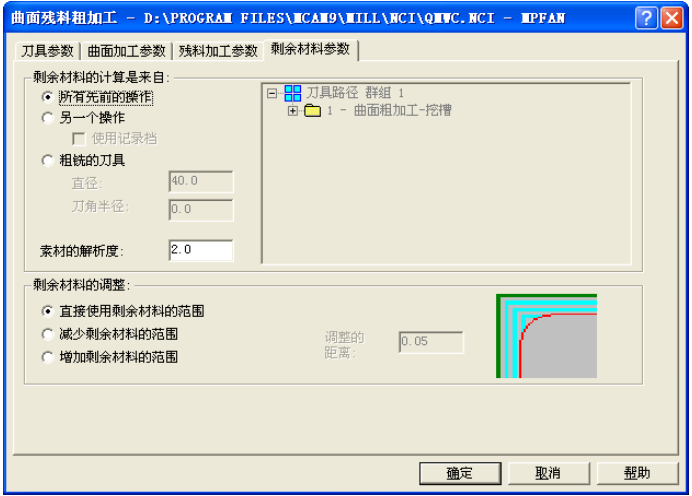

图 1-54 剩余材料参数
- 4) “剩余材料参数”选项卡默认，如图 1-54 所示。